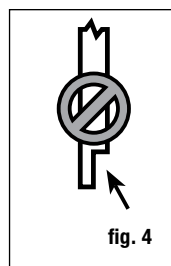

fig. 4
Étape 2 Installez les poteaux du garde-corps avant d'installer les planches de terrasse. Les poteaux du garde-corps de 10 X 10 cm (4 x 4 po) en cèdre ou pin traité sous pression, fournissent la force structurale pour le garde-corps. La longueur de chaque poteau est déterminée par la largeur totale de solive (généralement 18,4 cm (7 1/4 po)) + l'épaisseur du patio (2,5 cm (1 po)) + hauteur du garde-corps (91,4 cm (36 po)) + espacement pour le capuchon du poteau (3 cm (1,25 po)) = 115,6 cm (45 1/2 po). **Important : Ne faites pas d'encoche dans les poteaux de 4x4 du garde-corps. Cela réduirait la force du poteau et pourrait mener à une défaillance ou l'écrasement du garde-corps (fig. 4).**
Étape 5 Taillez les manchons de poteaux à leur longueur. Les manchons de poteaux devraient être d'au moins 3,6 cm (1-1/2 po) plus long que la hauteur du garde-corps (fig. 4). Exemple : Pour un garde-corps de 91 cm (36 po) de haut, découpez le manchon à au moins 97 cm (38 1/2 po), mais pouvant être laissé plus long si vous le désirez. Glissez un manchon de poteau taillé sur chaque poteau de garde-corps. Les manchons des poteaux devraient glisser facilement sur ceux-ci. **NE FORCEZ PAS** le manchon sur le poteau. Les poteaux 4 x 4 vrillés ou tordus devraient être remplacés. Glissez une garniture de base de poteau (facultative) sur chaque manchon de poteau pour offrir un beau fini. *Remarque : Il est recommandé d'installer la garniture de base de poteau avant la traverse inférieure. Cependant, la conception à deux pièces permet à l'installateur d'ajouter la garniture de base de poteau après l'installation de la rampe. Pour installer, appliquez une fine couche d'adhésif clair de construction pour l'extérieur, à l'intérieur de la garniture du poteau, là où elle entrera en contact avec le manchon de poteau, puis insérez en place, autour de la base du manchon de poteau.*
Étape 2 Installez les poteaux du garde-corps d'escalier avant d'installer les giron d'escalier. Les poteaux du garde-corps de 10 X 10 cm (4 x 4 po) en cèdre ou pin traité sous pression, fournissent la force structurale pour le garde-corps d'escalier. La longueur de chaque poteau est déterminée par la largeur totale du limon + l'épaisseur du giron + hauteur du garde-corps d'escalier + espacement pour le capuchon du poteau. **Important : Ne faites pas d'encoche dans les poteaux de 4x4 du garde-corps. Cela réduirait la force du poteau et pourrait mener à une défaillance ou l'écrasement du garde-corps (fig. 4).**